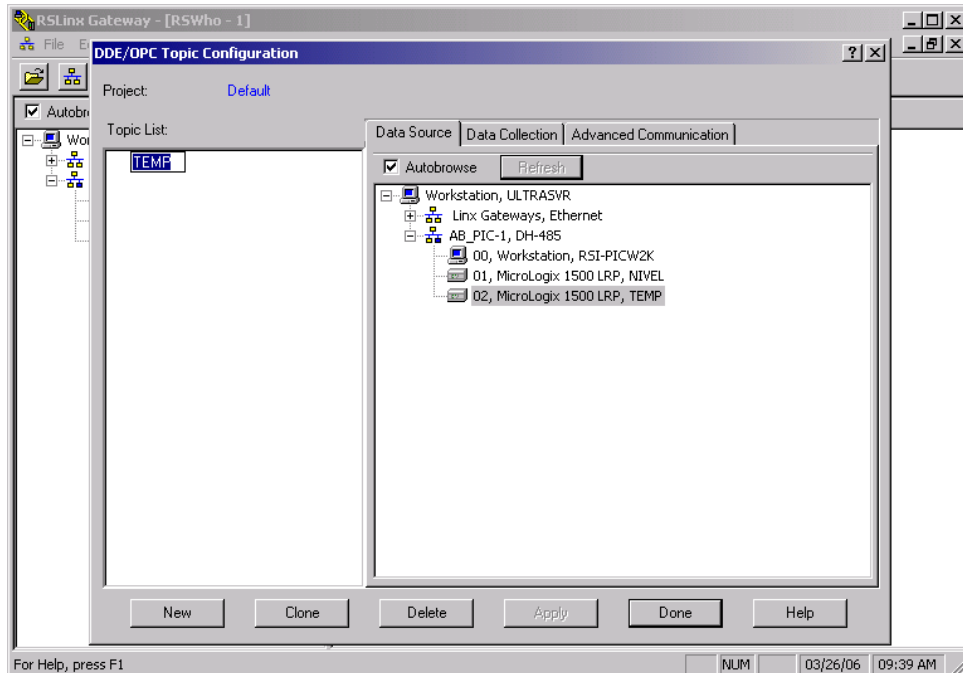
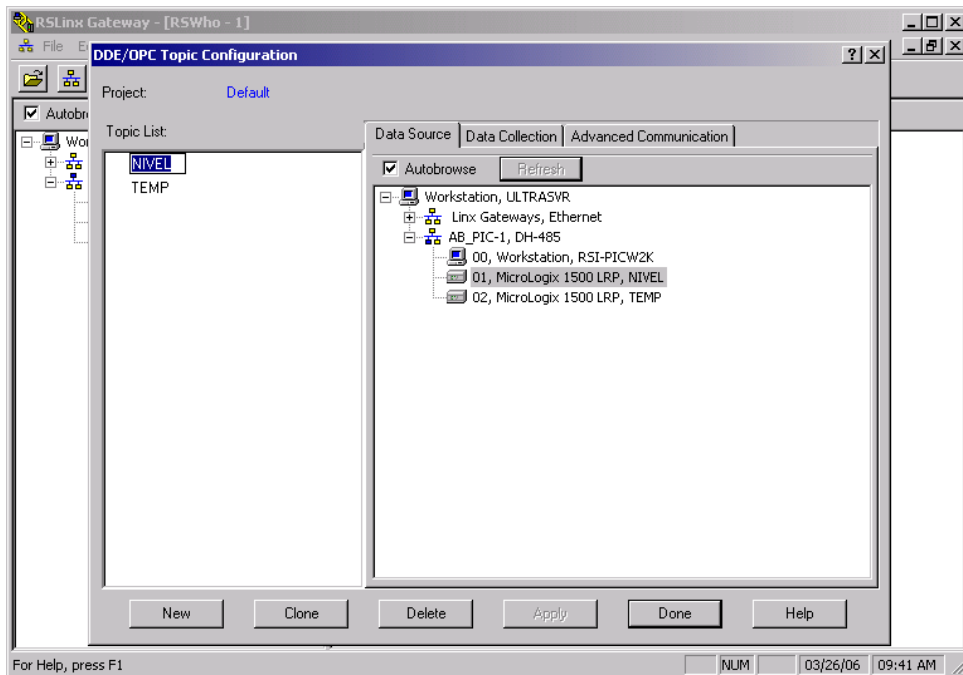

Figura 3. Configuración del Tópico OPC del Proceso de Temperatura
Figura 4. Configuración del Tópico OPC del Proceso de Nivel
2. Se escribe el nombre al nuevo tópicos y se da clic en **Done**, ver Figura 3 y Figura 4. Ahora se tendrá acceso a las variables de los PLCs desde cualquier Cliente que se comunique con el I/O Server OPCLink.